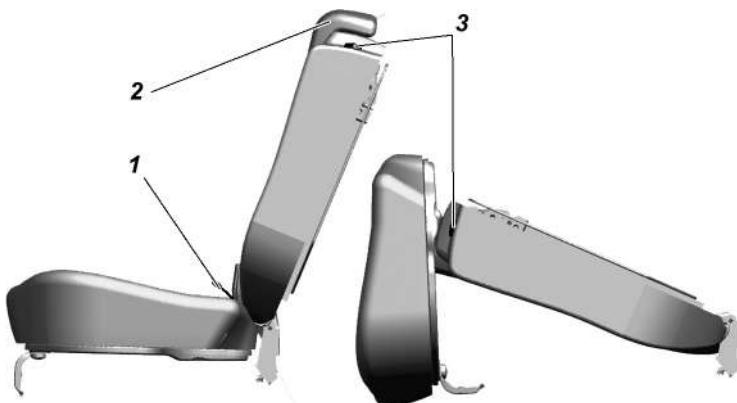

Рис. 3.48. Заднее трехместное сиденье:
Заднее трехместное сиденье(рис. 3.48) состоит из одноместной и двухместной подушки и одноместной и двухместной спинки.
- потяните за петлю 1 (рис. 3.48) (предварительно надавив на подушку, только для УАЗ ПИКАП), установите подушку в вертикальное положение;
- потяните за рычаг 3 по направлению движения автомобиля, освободив спинку, уложите ее, как показано на схеме, рис. 3.48;